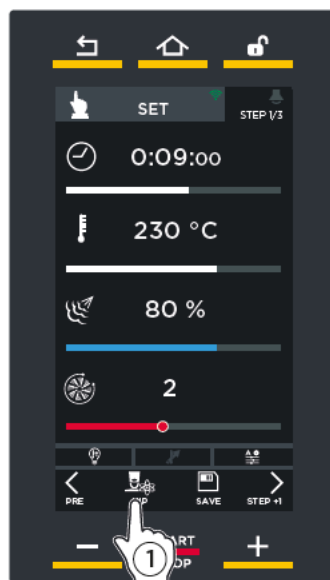

fig. S8
- 1 Vidrör ikonen "UIP" (fig. S8).